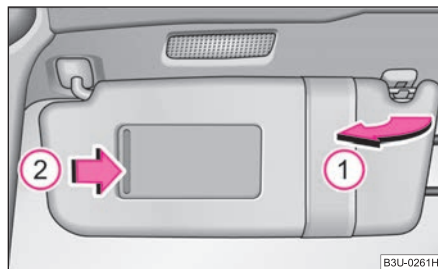

**Fig. 46 Aletta parasole: posizione abbassata**
Le alette parasole del conducente e del passeggero anteriore si possono staccare dai relativi supporti e ruotare verso la porta nel senso indicato dalla freccia ① ⇒ fig. 46.